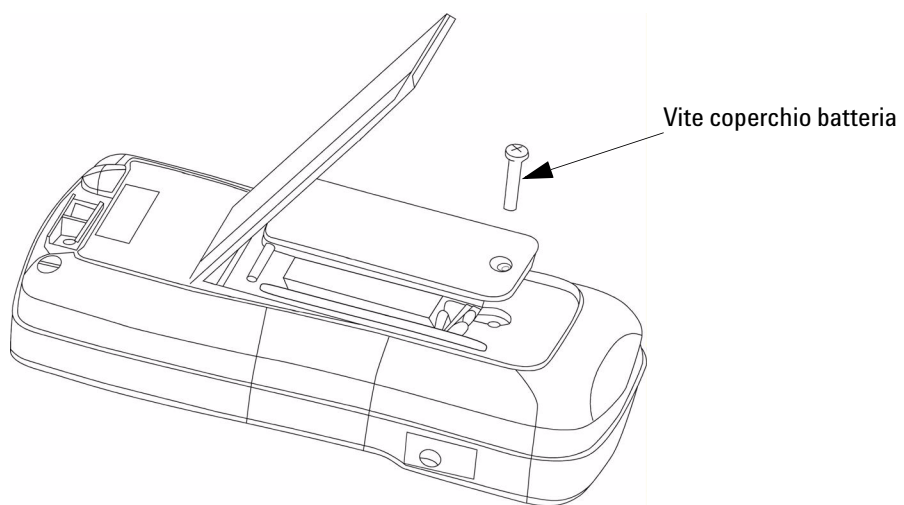

Figura 3-1 Sostituzione della batteria
- 1 Con un cacciavite adatto, svitare e rimuovere il coperchio della batteria come nella Figura 3-1.